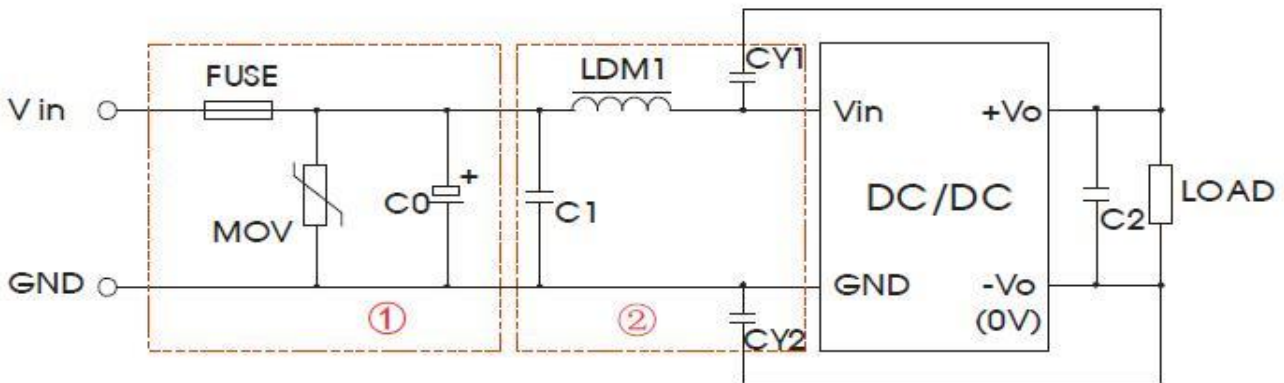

图 3
辐射骚扰	CISPR32/EN55032 CLASS A(裸机)/CLASS B (推荐电路见图 3-②)
脉冲群抗扰度	IEC/EN61000-4-4 $\pm 2\text{KV}$ (推荐电路见图 3-①) perf. Criteria B
浪涌抗扰度	IEC/EN61000-4-5 $\pm 2\text{KV}$ (推荐电路见图 3-①) perf. Criteria B
注：图 3 中第①部分用于 EMS 测试；第②部分用于 EMI 滤波，可依据需求选择。